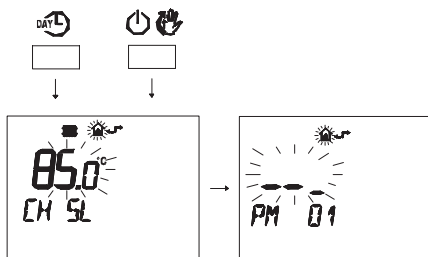

Figura 5.44
- Pulsando el botón 13 (Figura 5.24) se confirma el valor introducido. El display muestra durante 3 seg. el mensaje "OK" (Figura 5.44), y luego aparece la lista de los parámetros (Figura 5.27).
- Pulse simultáneamente los botones **DAY L** y **ON** para entrar en la modalidad de programación transparente (Figura 5.44).